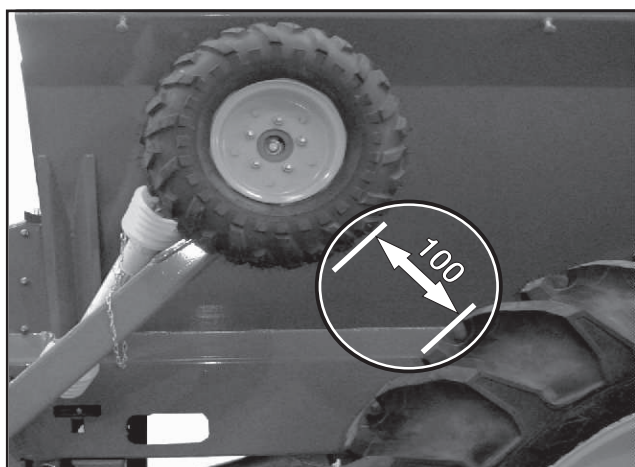

Figura 30
3) Afaste o pneu de acionamento da esteira a uma distância de aproximadamente 100mm em relação ao pneu do eixo rodado conforme figura 30. Em seguida, com o trator ligado, recoloque o parafuso retirado no passo "1" na furação mais próxima, reapertando as porcas dos parafusos.